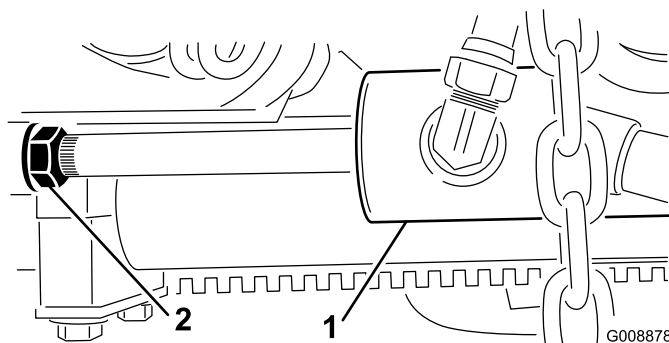

Figura 12
- B. Allentate il controdamo sul cilindro (Figura 12).